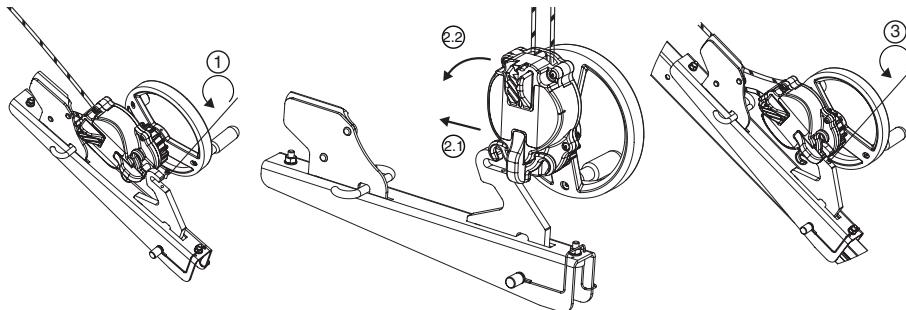

Fig. 8
6.3.4. Appareil Derope™ UP R (Fig. 8, 9 et 10)
L'appareil Derope™ UP R doit être fixé sur la jambe du trépied tracpode de Tractel® comme indiqué sur la Fig.8. Toute autre fixation en un autre point du trépied tracpode de Tractel® est interdite.
- Dévisser la vis de blocage du crochet d'accrochage de la console pour appareil Derope™ UP R (Fig. 8, 1).
- Mettre en place l'appareil Derope™ UP R sur le crochet d'accrochage (Fig. 8, 2.1 – 2.2).
- Revisser la vis de blocage afin d'empêcher l'appareil de se désolidariser de sa console (Fig. 8, 3) et vérifier qu'elle est bien mise en place et serrée.